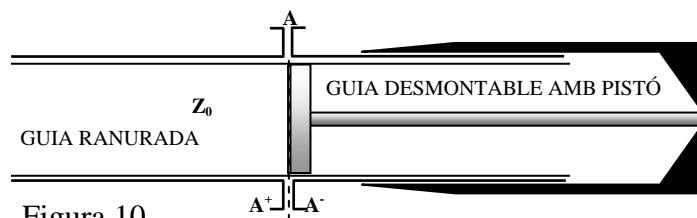

Figura 10
1. Una primera mesura, sense mostra, de l'admitància d'un curtcircuit situat en el mateix punt on hi haurà la cara anterior de la mostra, per tenir una referència de la seva posició dins de la guia (figura 10).
- Per a realitzar la primera mesura de l'admitància, cal que a l'extrem de la guia ranurada es munti el pistó amb el curtcircuit desplaçable sense la mostra (figura 10).